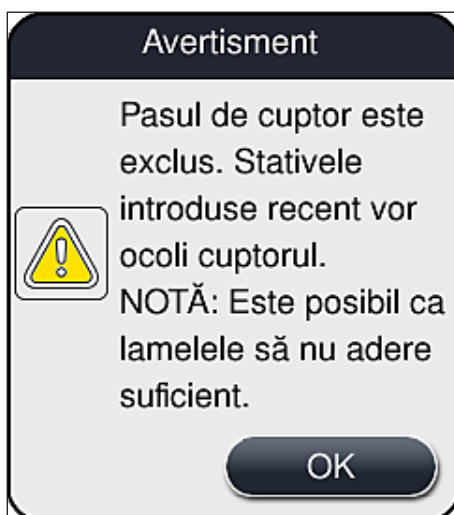

Fig. 36
3. Aplicați configurarea prin apăsarea butonului **Salvare** (→ Fig. 33-5), parcurgeți mesajul de informare ulterior (→ Fig. 36) și confirmați-l cu **OK**.